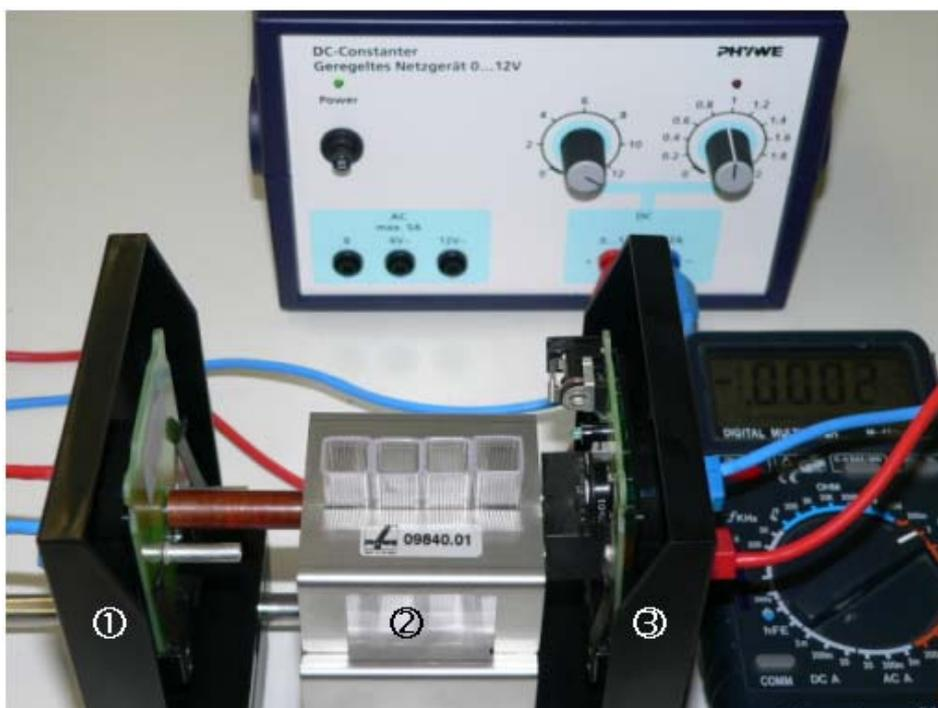

Abb. 1: Versuchsaufbau - Die LED mit Tubus ① strahlt direkt in die Küvetten ②. Die Fotodiode ③ misst die ankommende Intensität.
- Aufbau entsprechend Abbildung 1 – die geriffelten Seiten der Küvetten zeigen nach außen und sind nicht im Strahlengang